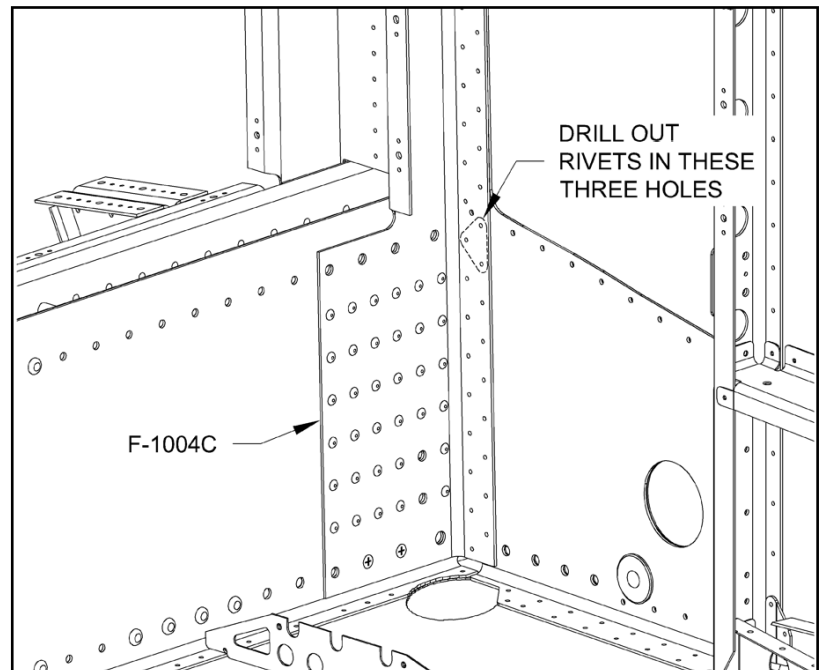

FIGURA 8: Removendo os rebites do flange
Passo 24: De ambos os lados da fuselagem, remova os três rebites AN426AD3 indicados na Figura 8 que são usados para prender a flange do Bulkhead da Seção Central F-1004C ao revestimento lateral. Conte os rebites a partir da parte inferior do flange para garantir que você identifique os rebites corretos.